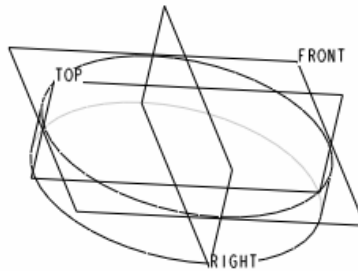

图 26-2
- (1) 单击菜单【文件】 【打开】命令。
- (2) 打开配书光盘中的“openexe26.prt”模型文件，如图 26-2 所示。